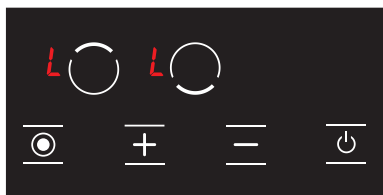

Рисунок 17
1. Когда варочная панель включена и блокировка клавиатуры активна, будет отображаться на весь экран. (см. Рисунок 17) Если какая-либо из конфорок горячая, значки и будут показаны по очереди. Только кнопку можно использовать для включения и выключения варочной панели.